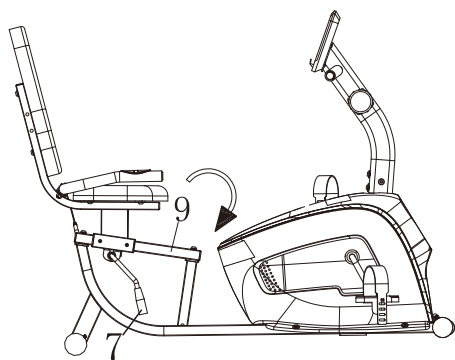

Fig 1
Empuje la palanca del freno (#7) hacia abajo para aflojar (ver Fig. 1). Luego puede mover el bastidor del cojín (4) para encontrar una posición adecuada en el tubo ajustable (#9). Tire de la palanca del freno (#7) hacia arriba para apretar (ver Fig. 2). Apriete siempre la manija del freno (#7) al usar el producto